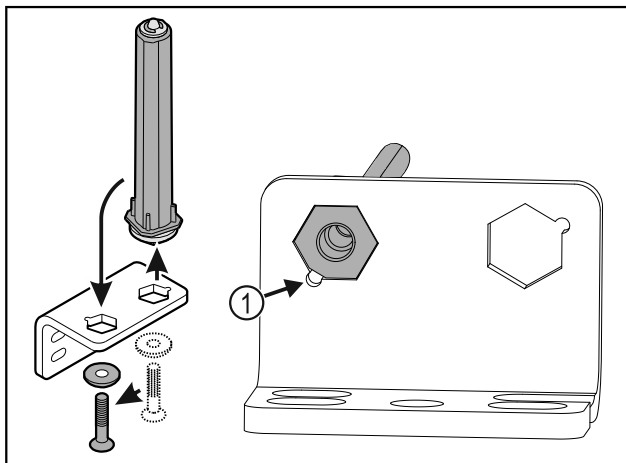

Fig. 35
- ▶ Pass på at den skrå kanten på bolten Fig. 35 (1) peker mot det runde hullet under innsettingen.